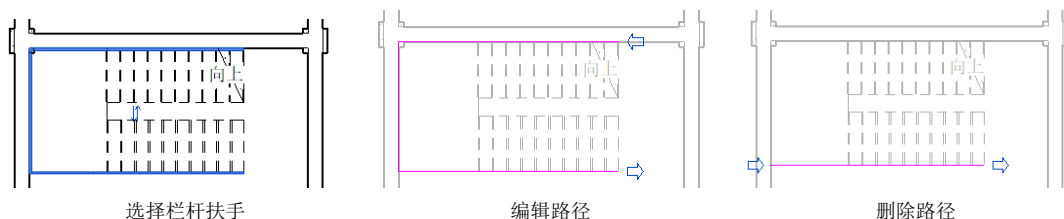

图 12-14 编辑栏杆扶手
(17) 选择沿墙的栏杆扶手, 打开“修改|栏杆扶手”选项卡, 单击“编辑路径”按钮, 打开“修改|栏杆扶手>绘制路径”选项卡并显示栏杆路径, 删除靠墙的栏杆路径, 如图 12-14 所示, 单击“模式”面板中的“完成编辑模式”按钮, 完成栏杆扶手的编辑。